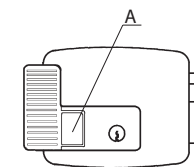

Fig.3
- Pour activer le "SYSTÈME DE VERROUILLAGE", appuyez sur le bouton A et verrouillez-le avec la clé (**fig.3**).
- Um das "BLOKIER SYSTEM" zu aktivieren, drücken Sie die Taste A und sperren Sie sie mit dem Schlüssel (**Abb.3**).
- Для активации «СИСТЕМЫ БЛОКИРОВКИ» нажмите кнопку A и заблокируйте ее ключом (**рис. 3**).